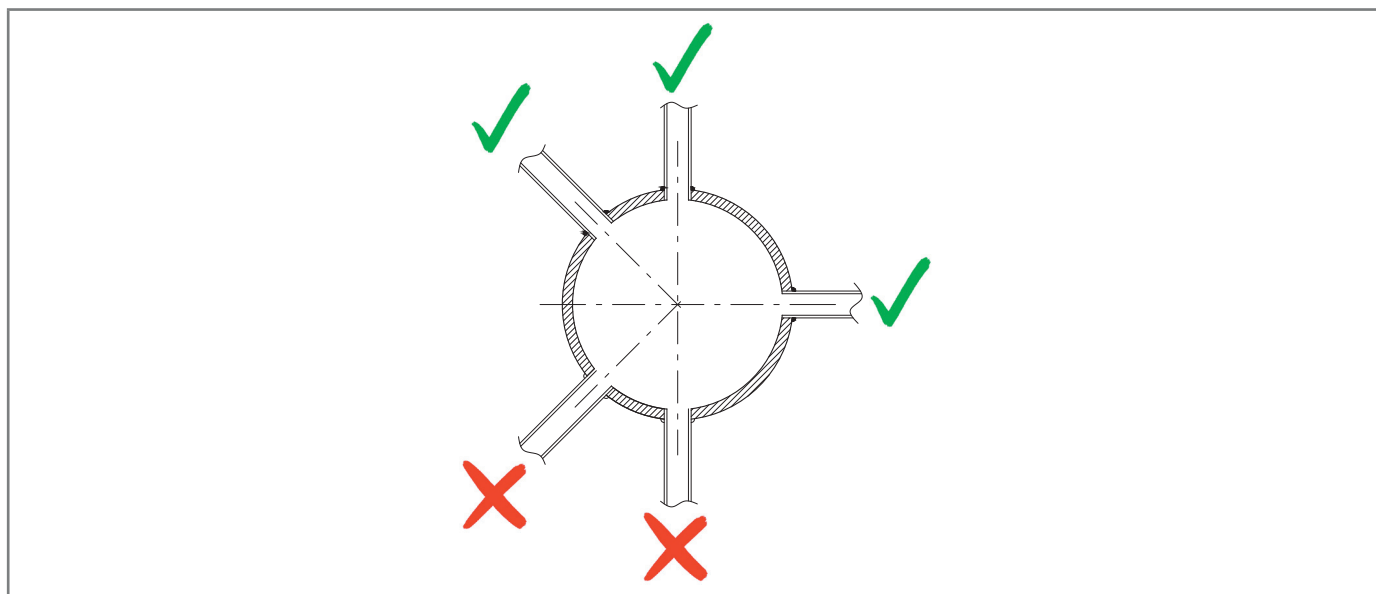

Рис. 6.9. Сварные соединения труб
- соединения пневматического патрубка всегда привариваются к верхней или горизонтальной оси самой трубы (см. Рис. 6.9);